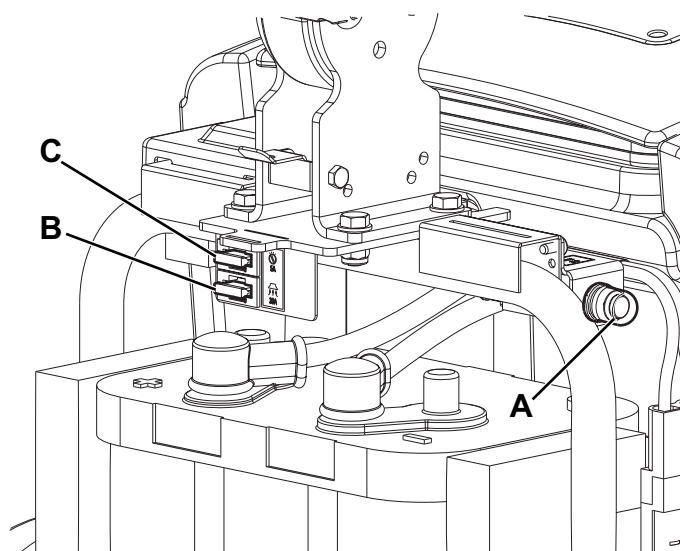

Figure 8
2. Contrôler que la manette (31) du sélecteur de fonctions soit en position «0» et débrancher le connecteur de la batterie (7).
3. Ouvrir le couvercle (4) et contrôler si les fusibles suivants sont débranchés ou intacts (Fig. 8) :
- (A) : Fusible restaurable F1 (35 A), moteur brosse.
- (B) : Fusible à lamelle F2 (30 A), moteur système d'aspiration.
- (C) : Fusible à lamelle F3 (5 A), composants auxiliaires.